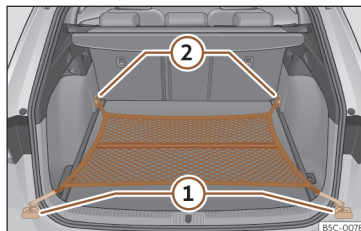

Fig. 186 En el maletero: bolsa de red enganchada a ras del suelo.
- Fije los ganchos de la red en las argollas de amarre >>> **fig. 186** (1) y (2) >>> . La cremallera de la bolsa tiene que quedar hacia arriba.